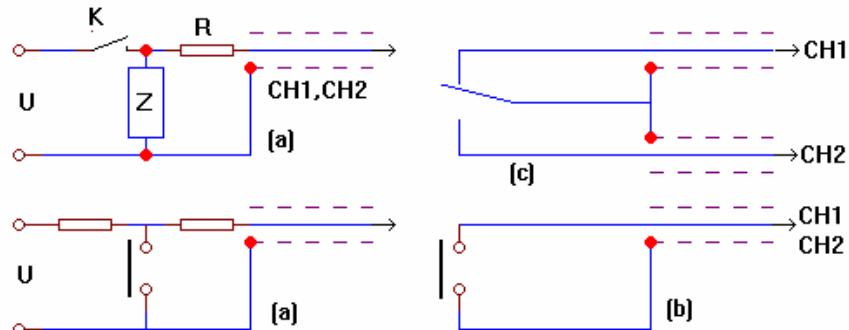

图 3
1、带电档的接入方法可如图 3(a) 所示连接。当外接电压过高时，请串入保护电阻 R。
空点接入方法，可如图 3(b) 所示连接。转换触头可参考图 3(c)。
(1) 线包按图 3(a) 方法接入 C H 1，开关置带电位置。(2) 触点按是否接有电源，分别用图 3(a) 或 (b) 方式接入 C H 2，注意置好相应开关位。
(3) 按外测键，置功能显示为“F”。此时可接通外接电源。
(4) 按(除外测、停止、复位打印外)任意键，本机启动测试